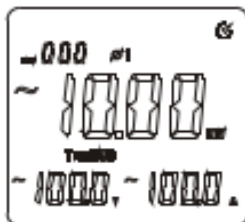

Figura 7-1
4) Como se muestra en la figura 7-1, presione la tecla “SELECT” para elegir la fase 1 al medir en un sistema trifásico de 4 conductores y mostrar la potencia activa, la tensión y corriente de dicha fase, $\phi 1$.